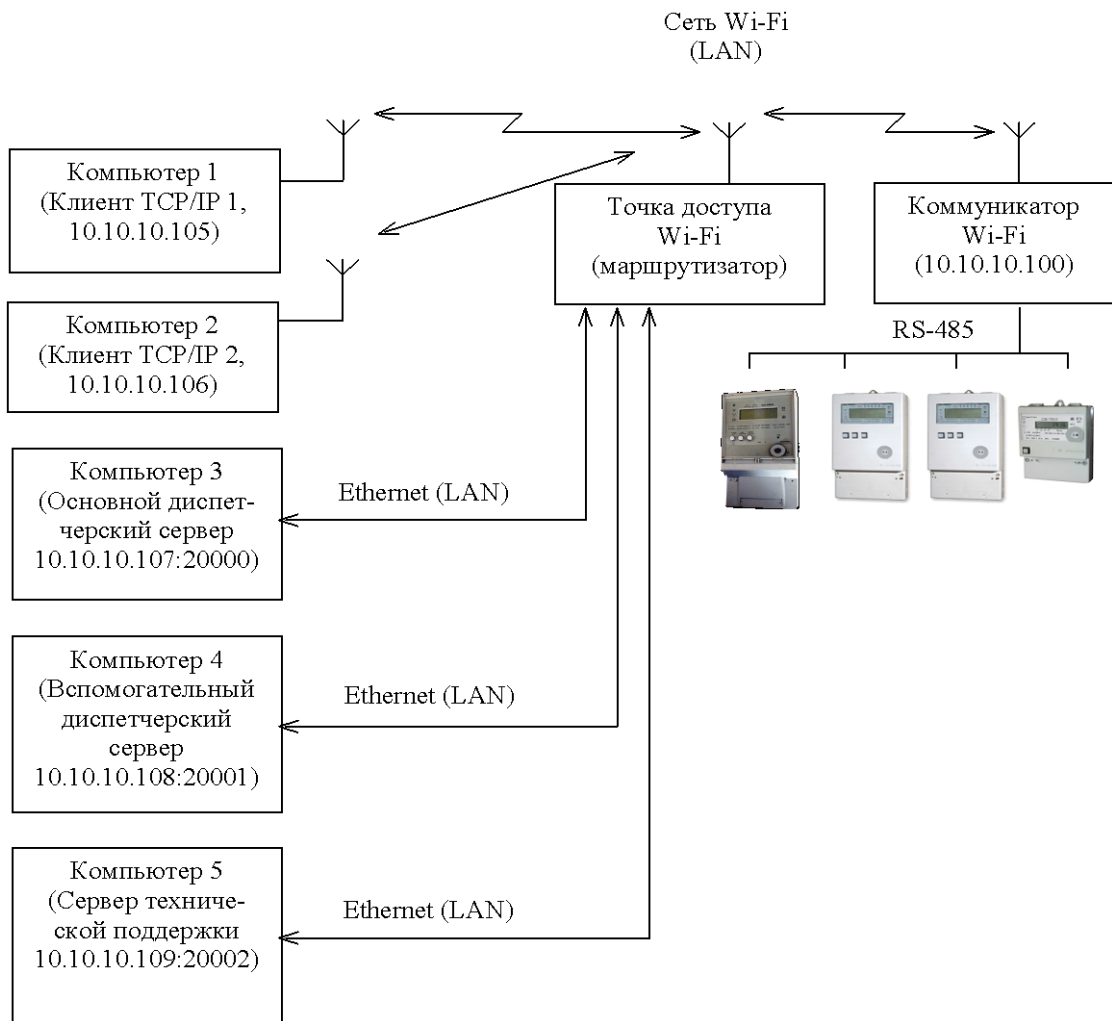

Рисунок 18 - Схема системы для работы в локальной сети Wi-Fi без выхода в Интернет
- 20000 – для основного диспетчерского сервера (компьютер 3, рисунок 18);
- 20001 – для вспомогательного диспетчерского сервера (компьютер 4, рисунок 18);
- 20002 – для сервера технической поддержки (компьютер 5, рисунок 18).
- в окна формы «IP-адрес», «Номер порта» основного и вспомогательного диспетчерского сервера ввести соответствующие параметры, аналогично параметрам, указанным на схеме рисунок 18 (для подключения к компьютеру 3 – адрес 10.10.10.107, порт 20000, для подключения к компьютеру 4 – адрес 10.10.10.108, порт 20001);